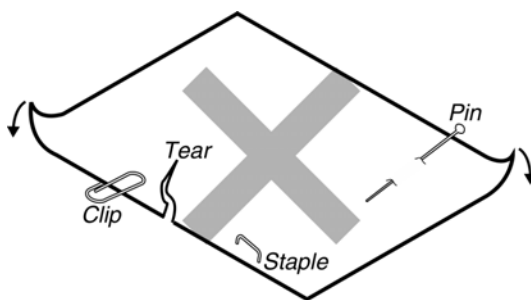

图 A-3
- 装进的纸一定不能有折叠、撕裂或带有订书钉、回形针、大头钉和任何杂物（如图 A-3 所示）。如果装入的纸张带有其它杂物，则极可能会严重损坏打印机。